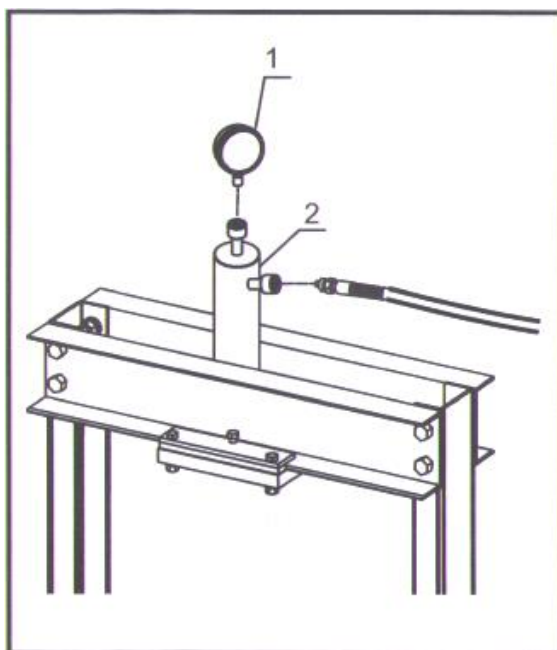

Рис. 7
8. Закрепите манометр (1) и шланг на силовом цилиндре. См. рис.7.